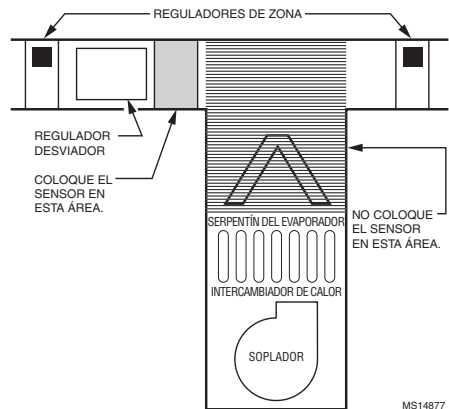

Fig. 2. Ubicación de montaje del DATS.
2. Ubique el DATS en el circuito de suministro entre el regulador desviador y el serpentín del evaporador y/o el intercambiador de calor. Si no se utiliza un regulador desviador, ubique el DATS entre los reguladores de zona y el serpentín del evaporador y/o el intercambiador de calor. Refiérase a la Fig. 2.